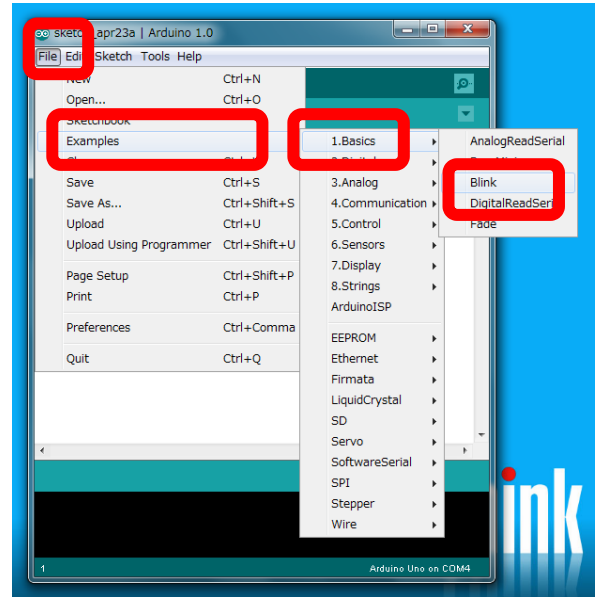

図 4
- a) File メニューから「Examples」→「1.Basics」→「Blink」を選びます。図 4 参照